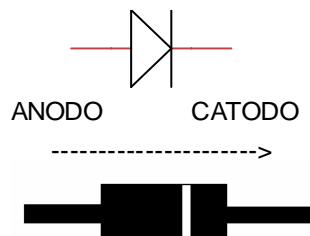

Figura 1.
En la figura 1, se muestra el símbolo y el aspecto físico de un diodo rectificador, la flecha que simboliza el ánodo representa la dirección del "flujo convencional de corriente" y el cátodo se identifica con una banda en los diodos pequeños.
- Empleando un "**MULTIMETRO ANALÓGICO**", como primera prueba, en la función de "OHMS" compruebe el inciso anterior, conectando el ohmetro en los extremos del diodo en polarización directa y polarización inversa, como se indica en la figura 1, reportando en cada caso la resistencia medida: